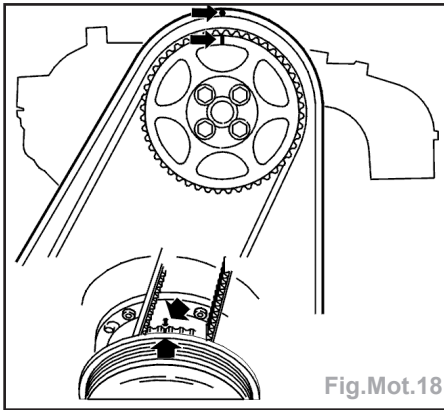

Fig.Mot.18
- Contrôler que le repère sur la poulie du pignon de distribution du vilebrequin correspond au repère sur la pompe à huile (Fig.Mot.18).
- Contrôler que les repères sur le vilebrequin et ceux sur la poulie d'arbre à cames correspondent (Fig.Mot.18).